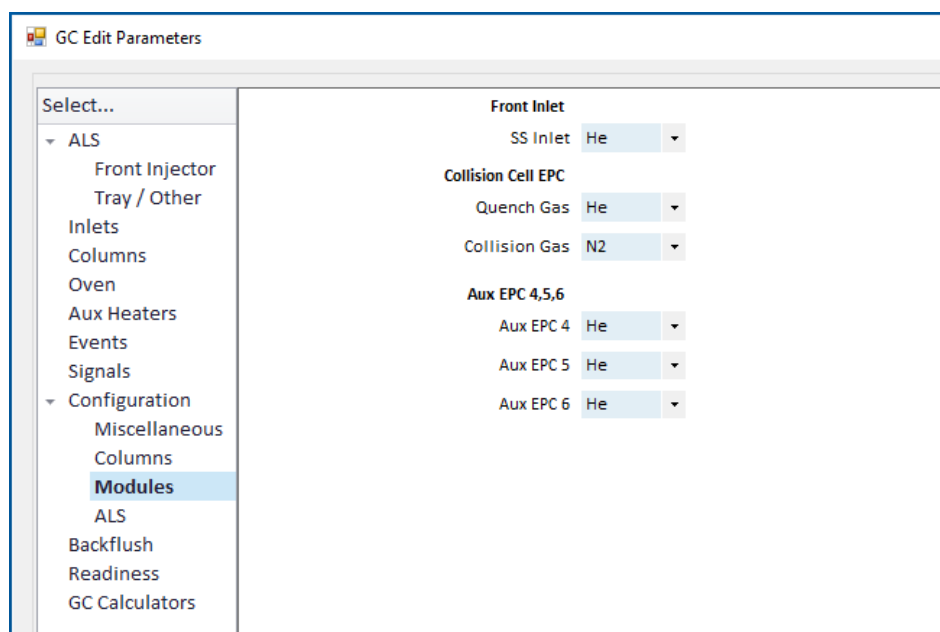

Figura 27 Configuración del gas de CC
- 3 Haga clic en el ícono **Configuration** y luego seleccione la pestaña **Modules** para visualizar la pantalla. (Consulte la Figura 27.)